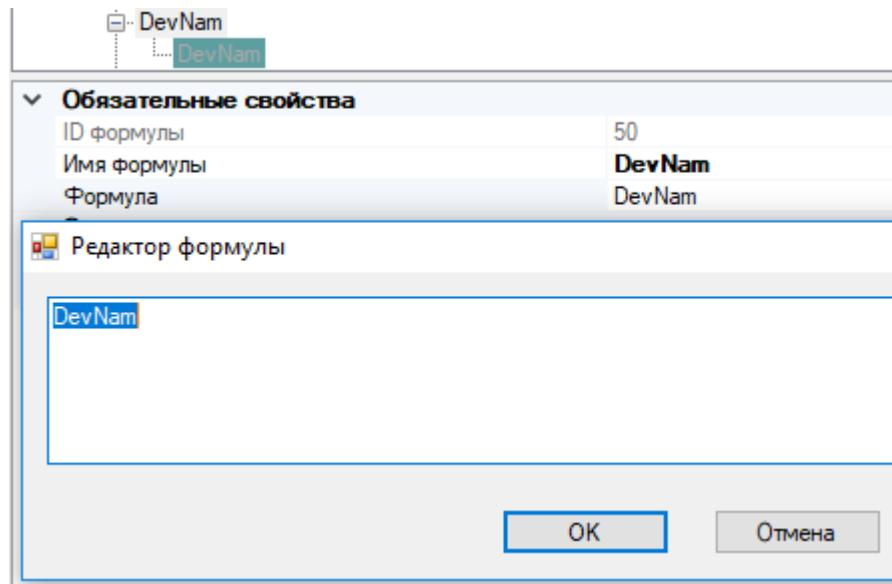

Рисунок 112. Редактор формул
5. Следующим шагом добавляем формулы в «Конструкторе отчетов». Для этой цели добавляем формулу и присваиваем ей переменную (рисунок 112).